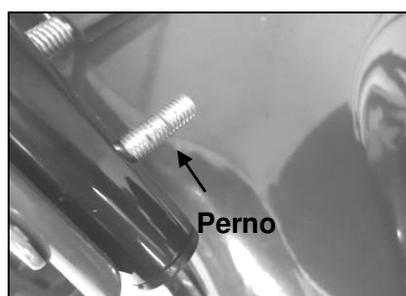
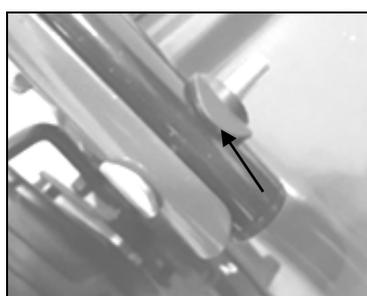

Fig.2A
Fig.2B
1. Fije las manivelas inferiores en el cuerpo de la unidad con pernos, arandelas y las perillas de bloqueo (Fig.2A./Fig.2B/Fig.2C)